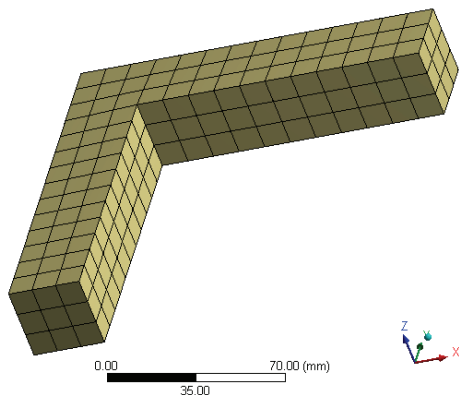

图 21-5 粗糙模型网格
2) 在 Outline 树结构图中的 Mesh 选项单击鼠标右键，在弹出的快捷菜单中选择 Generate Mesh 命令，生成网格最终的效果如图 21-5 所示。